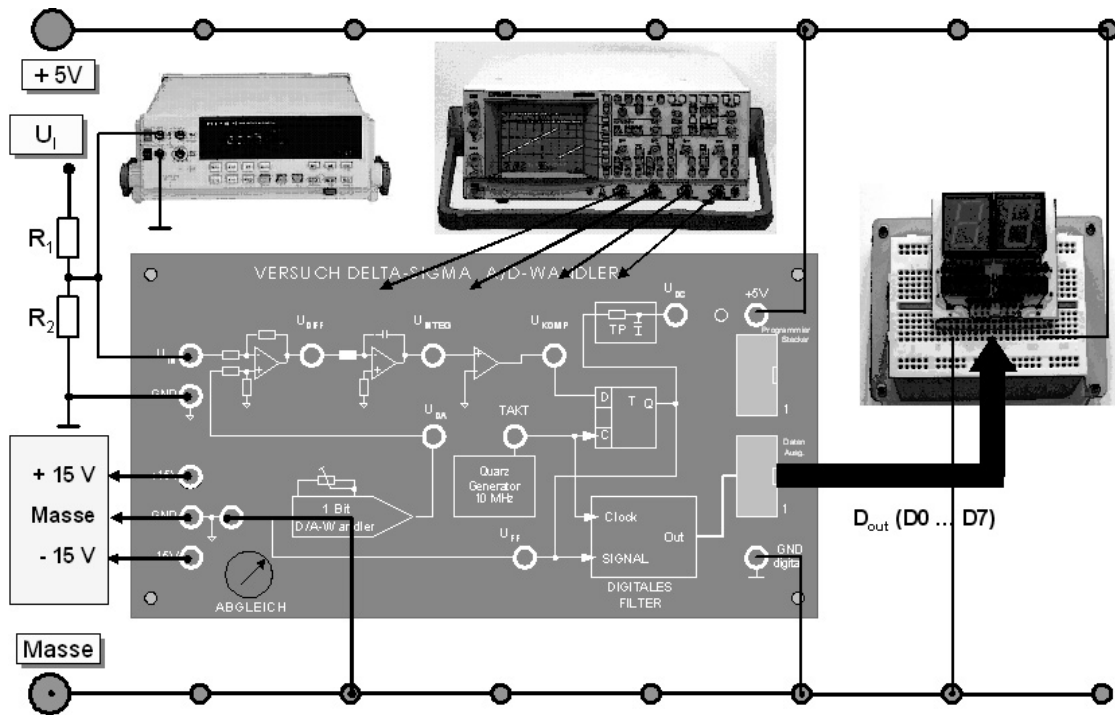

Bild 7: Versuchsaufbau zur Untersuchung des Delta-Sigma-Wandlers
- 3.3.1 Für den Versuch sind alle bisher verwendeten Module vom Elektronik-Experimenter zu entfernen und die Schaltung gemäß Bild 7 aufzubauen.
- 3.3.2 Verbinden Sie die Baugruppen entsprechend Bild 7. Nutzen Sie für den Analogteil der A/D-Wandler-Baugruppe die Betriebsspannungen +15V, -15V und Masse des Elektronik-Experimenters. Die Betriebsspannung +5V und Masse des Digitalteils sowie Anzeigemoduls werden vom Labornetzteil geliefert; ebenso die Eingangsspannung für den Wandler. Damit die Eingangsspannung genauer eingestellt werden kann, wird diese mit den Widerständen $R_1 = R_2 = 100 \Omega$ herunter geteilt.